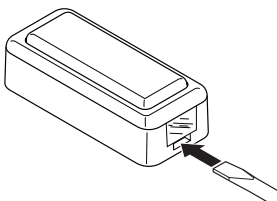

Figura 1 - Quite la parte de atrás del pulsador
1. Utilizando un destornillador pequeño, presione la lengüeta en la parte inferior del botón para quitar la parte posterior (vea la Figura 1).